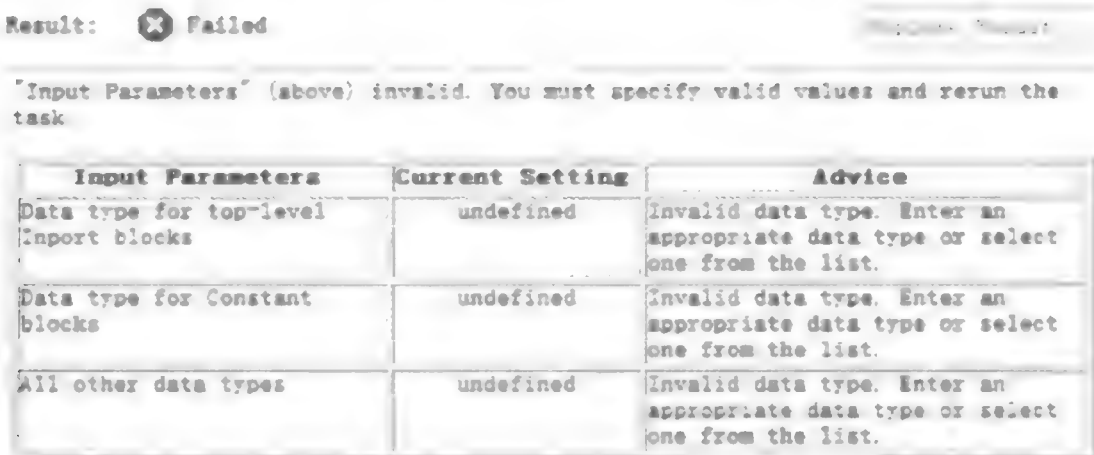

图 9.6.15 数据类型及定标任务页面
(7) 执行到 3.1 项 Propose data type and scaling 时出错,提示未指定需要的数据类型,如图 9.6.15 所示。